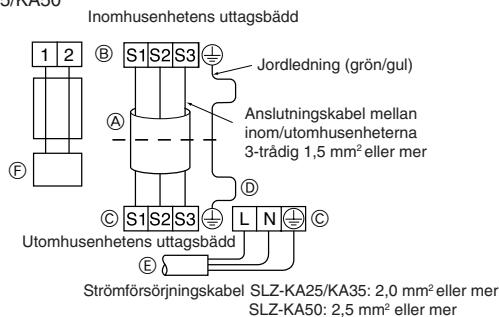

Fig. 7-4
- Utför ledningsdragningen enligt diagrammet till vänster. (Köp in kabeln lokalt) (Fig. 7-4)